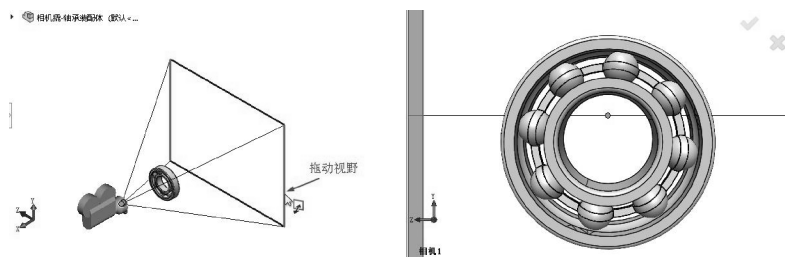

图 8-27 拖动改变相机视口大小
- 14 改变相机视口大小，便于相机拍照，如图 8-27 所示。单击【相机 1】属性面板中的【确定】按钮 。